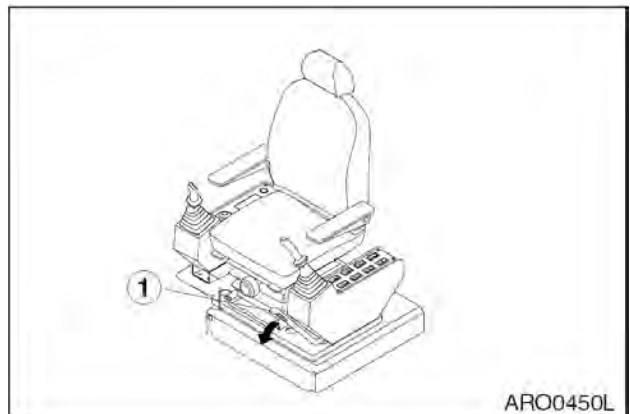

Рис. 28
2. Перед началом работы следует установить рычаг блокировки (1, рис. 28) в положение разблокирования (**RELEASE/UNLOCK**), опустив его вниз.